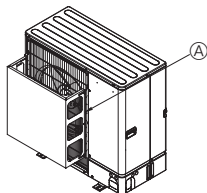
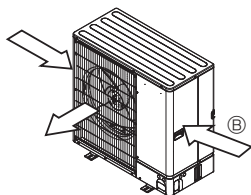

Fig. 2-4
Fig. 2-5
- ② Τοποθετήστε έναν προαιρετικό οδηγό αέρα, αν πρόκειται να εγκαταστήσετε τη μονάδα σε σημεία όπου υπάρχει το ενδεχόμενο να φυσούν απευθείας στο στόμιο εξαγωγής του αέρα πολύ δυνατοί άνεμοι κτλ. (Fig. 2-4)
- ③ Οδηγός αέρα
- ④ Εγκαταστήστε τη μονάδα με τρόπο ώστε ο αέρας που βγαίνει από το στόμιο εξαγωγής να φυσά κάθετα σε σχέση με την κατεύθυνση του ανέμου, εάν αυτό είναι δυνατό. (Fig. 2-5)
- ⑤ Κατεύθυνση ανέμου